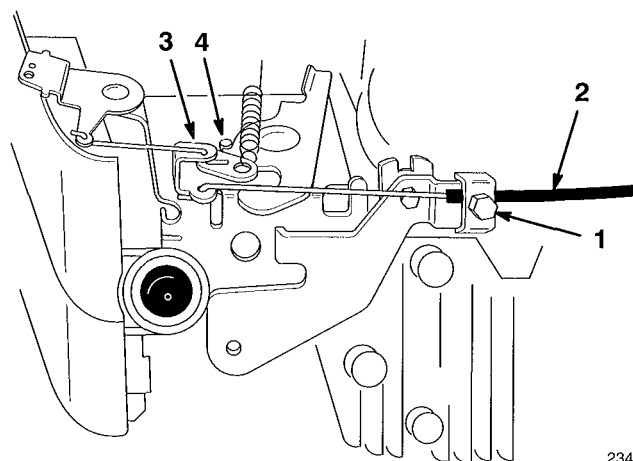

Figure 23
1. Capot 2. Vis (2)
3. Desserrer la vis du serre-câble de façon à permettre au câble de glisser (Fig. 23).
5. Tirer le câble des gaz jusqu'à ce que le levier d'accélérateur touche la butée (Fig. 23).
7. Remplacer le capot moteur et le fixer à l'aide des deux (2) vis. Serrer les vis à 9 à 11 N·m.